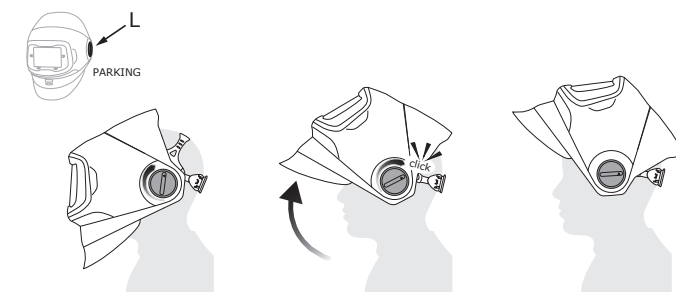

Fig. 6b
- La parada de reposo es un punto de parada natural que ayuda a mantener la lente de esmerilado en la posición abierta o hacia arriba. Para hacer que el punto de parada sea más prominente, gira la perilla de giro con la etiqueta **DETENCIÓN** ubicada a la izquierda en el sentido de las agujas del reloj para aumentarlo y en sentido contrario a las agujas del reloj para disminuir la fuerza de retención en el punto de parada (Fig. 6b).